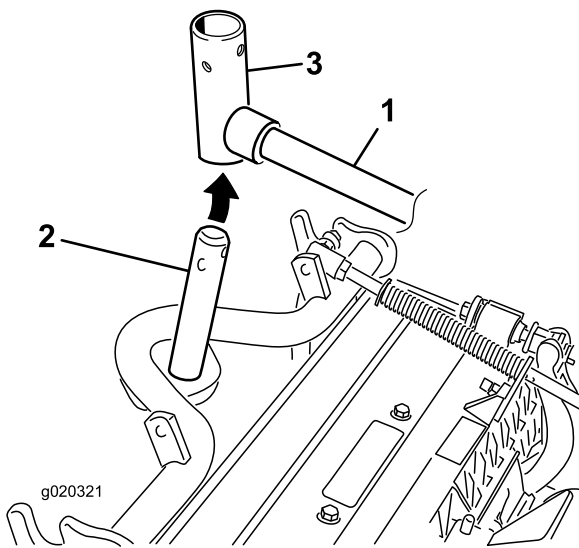

图 7
8. 对于前滚刀组在将承载架轴向上插入提升臂轴轳的同时把滚刀组滑到提升臂下方 (图 7)。
B. 将提升臂枢插入承载架轴的上方 (图 7)。